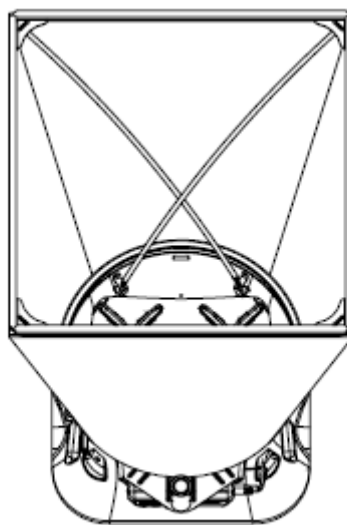

图 14 安装支撑杆
3. 抓紧支撑杆，并将支撑杆稍稍弯曲，然后将支撑杆的另一端插入编织罩框顶部与底座上的孔成对角线的杯形孔里面，如图 14。完成后，一对交叉杆总是前后呈十字交叉。